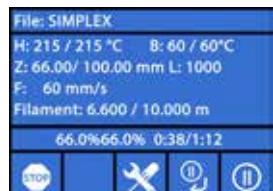

Fig. 59
- ⇒ Premere il tasto (veda Fig. 59).
⇒ Premere il tasto  (veda Fig. 59).